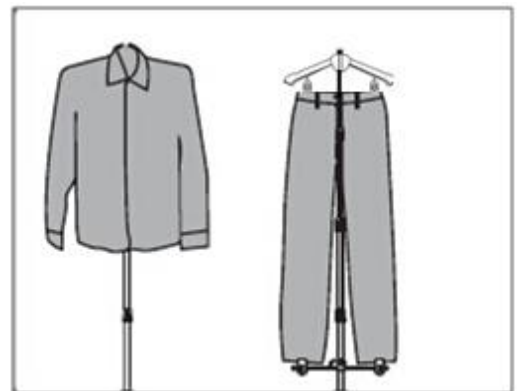

fig.22
- Pour ce faire, vous pouvez utiliser le tendeur de pantalon (fig.22 – page11) ou simplement tendre le tissu en le tirant grâce à votre main libre. (fig.19)
- Le tendeur de pantalon vous aidera à maintenir votre vêtement (T-shirt ou pantalon) tendu pour de meilleures performances de défroissage. (fig.22)